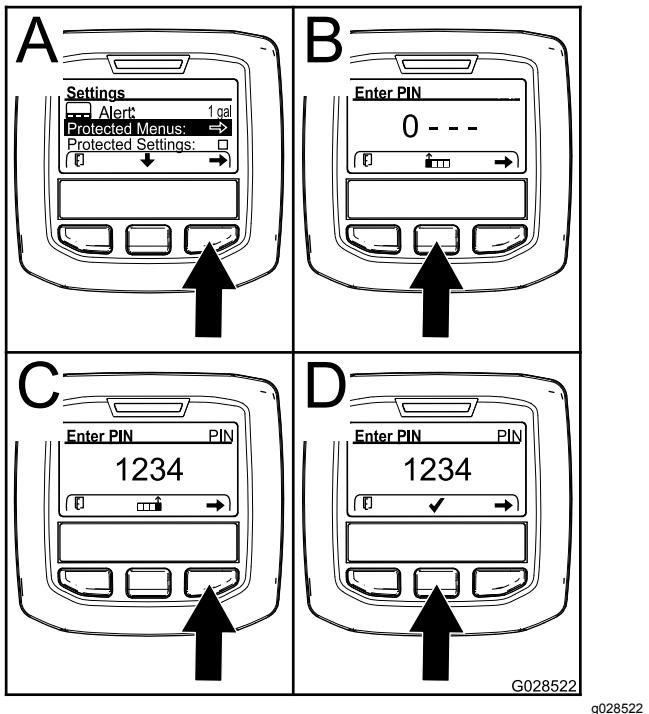

Figura 71
• Carregue no botão de seleção central (B de Figura 71) para aumentar o valor numérico (0 a 9).
• Carregue no botão de seleção direito (C de Figura 71) para mover o cursor para a posição numérica seguinte à direita.
**Nota:** Surge o ícone de marca de verificação acima do botão de seleção central (D de Figura 71).
- Carregue no botão de seleção central (D de Figura 71) para introduzir a palavra-passe.
- Carregue no botão de seleção direito para selecionar a opção de menus protegidos (A de Figura 71).